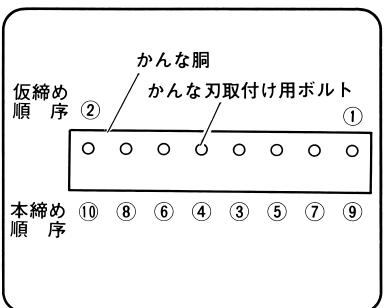

図 43
- かんな刃が飛び出さない程度に①, ②の順に仮締めをします。（図 43）
- ③～⑩（中央から両端）の順に本締めをします。最初は力を加減して③～⑩の順に繰り返し締め最後にきつく締めます。（図 43）